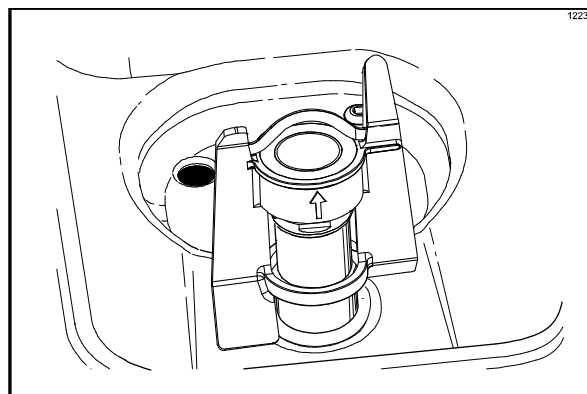

Рисунок 160
16. Установите перемешиватель на корпус приводного вала перемешивателя. (См. рис. 160)